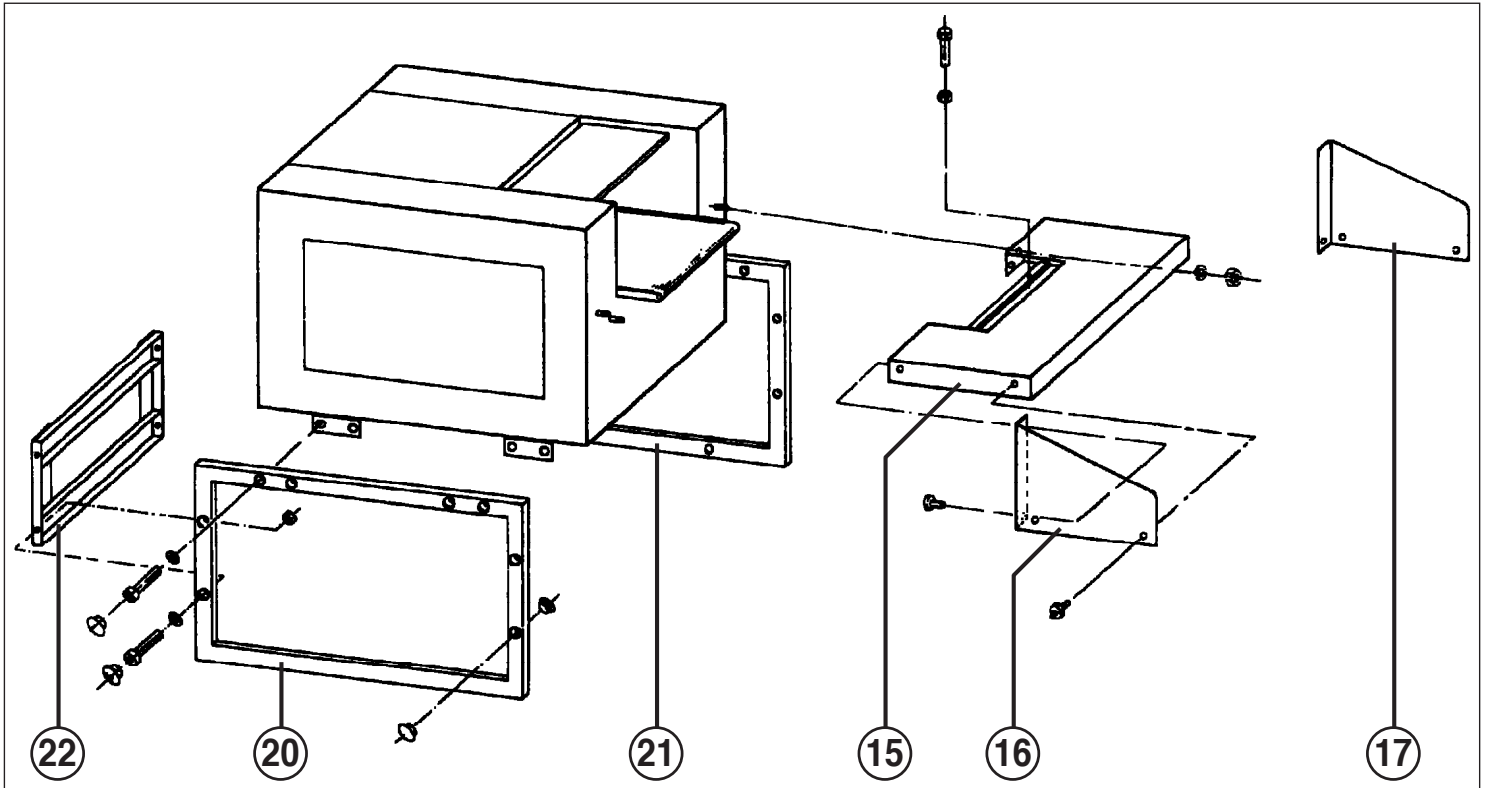

Abb. 1
- 15 = Tisch (Abb. 1)
- 16 = Schutzwinkel links (Abb. 1)
- 17 = Schutzwinkel rechts (Abb. 1)
- 20 = Rahmen links (Abb. 1)
- 21 = Rahmen rechts (Abb. 1)
- 22 = Zwischenblech (Abb. 1)
MONTAGE DES UNTERGESTELLES (Abb. 1 und 2):
MONTAGE DES TISCHES (15) (Abb. 1):
4. Das Stromkabel der Not-Aus-Leiste (14) durch die Tülle vorne im linken Gehäuse-Seitenteil, sowie durch die Kabelverschraubung unten am Schaltkasten in den Schaltkasten führen und dort die blaue Litze an Klemme 20 und die braune Litze an Klemme 19 anschließen.
MONTAGE DER SCHUTZWINKEL (Abb. 1):